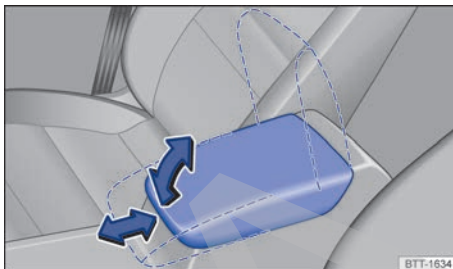

Fig. 102 Reposabrazos central delantero.
- Para *levantar* el reposabrazos, tire de él hacia arriba en el sentido de la flecha → fig. 102 encastre por encastre.
- Para *ajustar longitudinalmente* el reposabrazos, desplácelo completamente hacia delante → fig. 102 o completamente hacia atrás en el sentido de la flecha correspondiente.